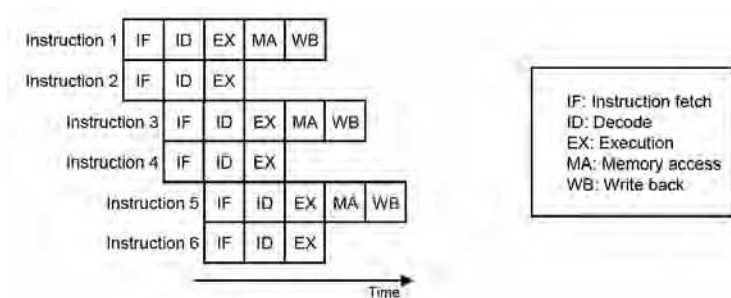

Figura 3
- migliori prestazioni di esecuzione, ottenute tramite una riduzione del tempo di istruzione. Con SH-2A, una istruzione è eseguita da una pipeline a cinque stadi come mostrato in figura 3. Inoltre, due istruzioni sono eseguite simultaneamente, tramite l'impiego di un'architettura super scalare. In questo modo, con ogni colpo di clock, si eseguono 2 istruzioni.